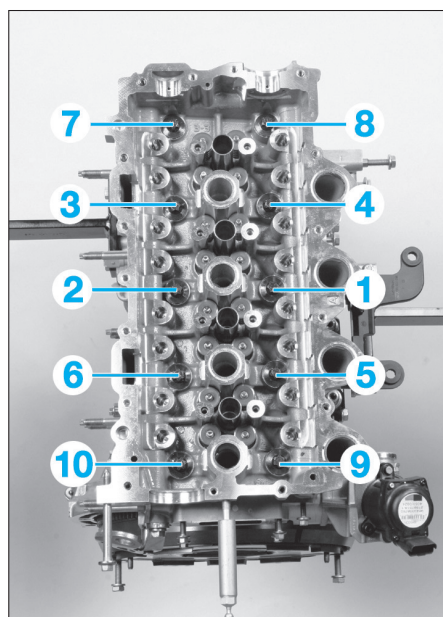

Fig. 82
- Mettre en place la culasse sur le bloc-cylindres puis serrer dans l'ordre indiqué (Fig.82) les vis aux couples prescrits :